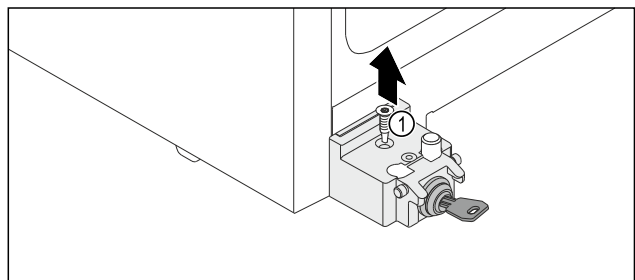

Fig. 10
- Schroef Fig. 10 (1) eruit schroeven.